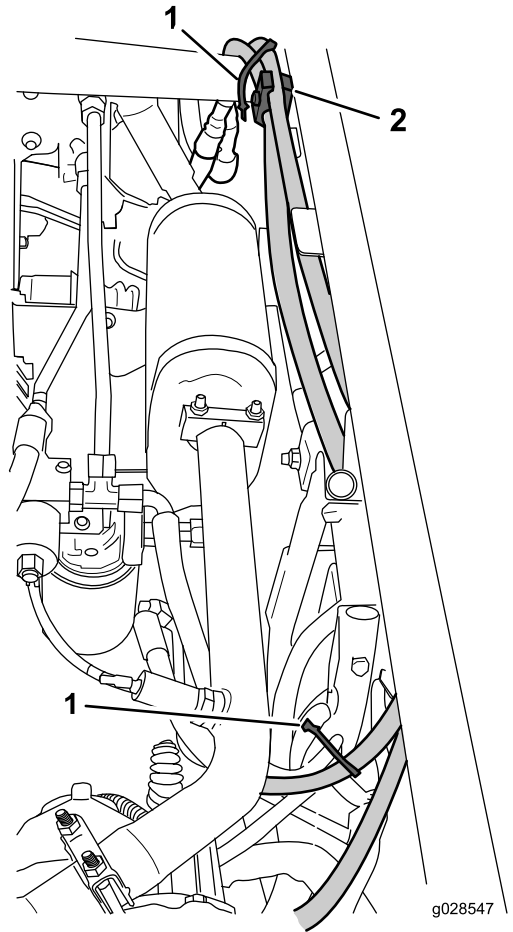

Figura 7
3. Disponga las mangueras y sujételas con bridas, una abrazadera y un perno de sujeción como se muestra en Figura 7.